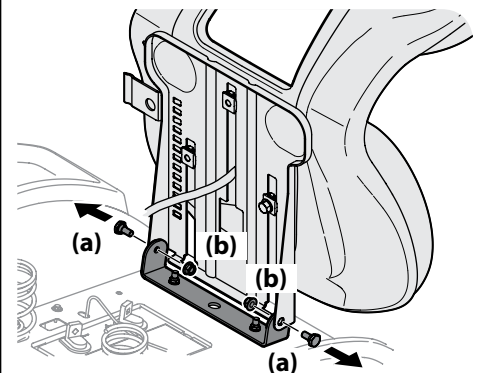

Figura 2-2
2. Remova os dois parafusos laterais (a) e as porcas de trava dos flanges (b) na base do assento como mostra a Figura 2-2